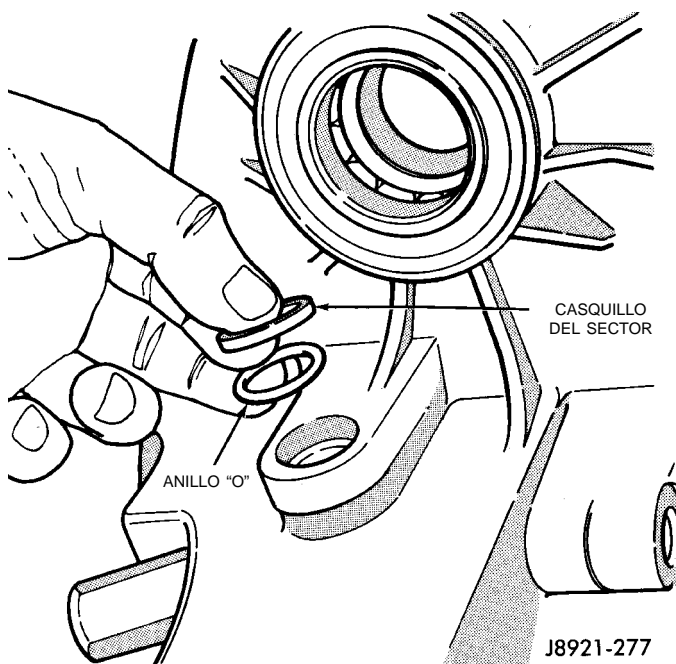
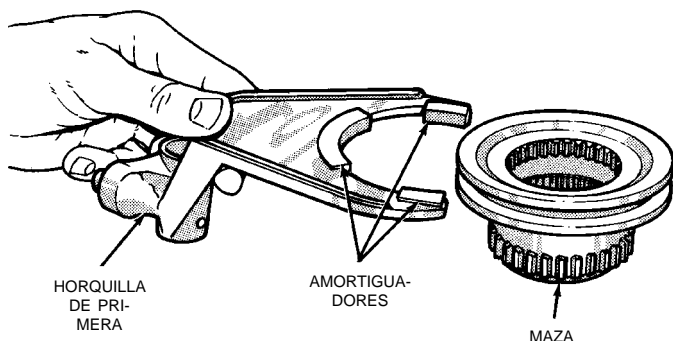

Fig. 68 Instalación del anillo "O" y casquillo del sector
Fig. 69 Ensamblaje de la horquilla de primera y la maza
- (1) Instale un nuevo anillo "O" y casquillo del eje de sector (Fig. 68).
- (2) Instale el sector de cambio.
- (3) Instale nuevos amortiguadores en la horquilla de primera, si fuera necesario, (Fig. 69).
- (4) Ensamble la horquilla de primera y la maza (Fig. 69).
- (5) Emplace la horquilla de primera y la maza en la caja. Cerciñese de que el pasador de la horquilla